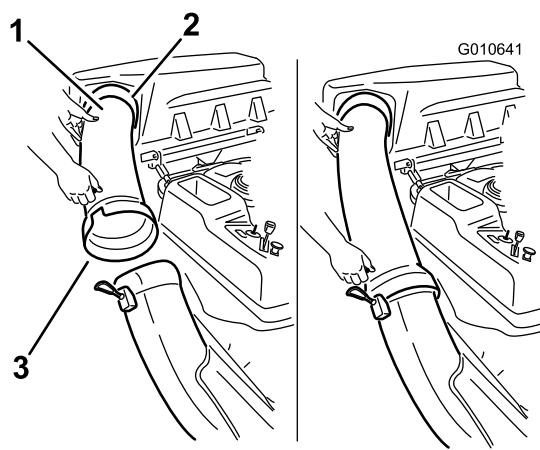

図 24
| 2. 排出チューブの広口側端部をシートに接続する。シートに付いているゴム製のストラップを排出チューブのペグに止めて固定する図 24。 |
1. 排出チューブの湾曲した方の端部をバガートップの開口部に差し込む図 24。